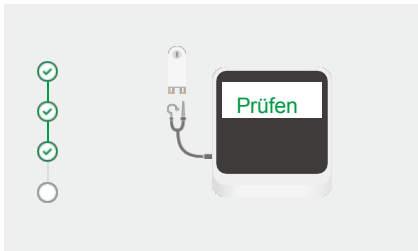

Abb. 35 Tester anschließen
- Schließen Sie den File-Clip und den Lippenclip (oder einen zweiten File-Clip) an die Kontaktstreifen des Testgeräts an, wie auf dem Bildschirm dargestellt (Abb. 35).